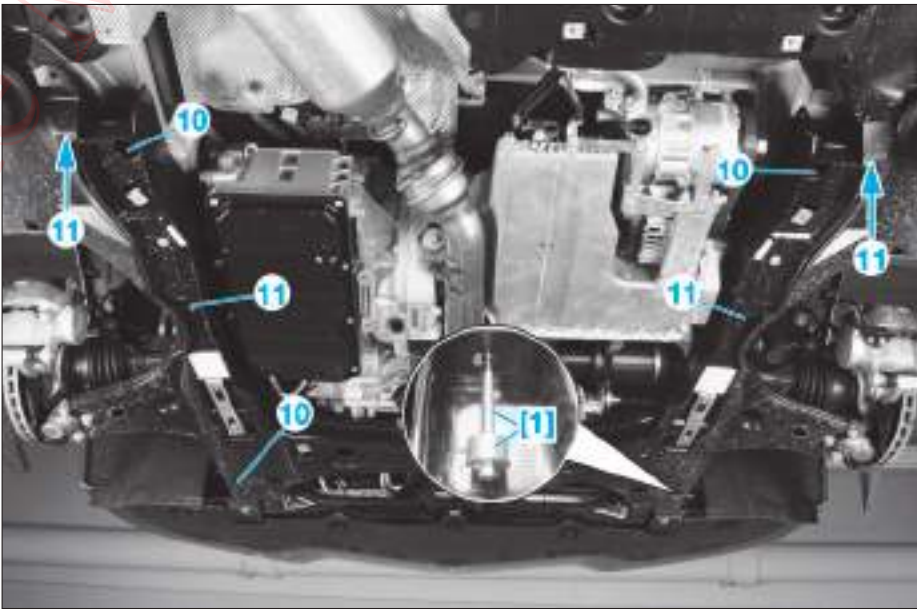

FIG. 17
- [1]. Vis de retenue de berceau (ref. 169 589 00 62 00) (Fig.17).
- Déposer les 4 vis (10) de fixation du berceau (Fig.17).